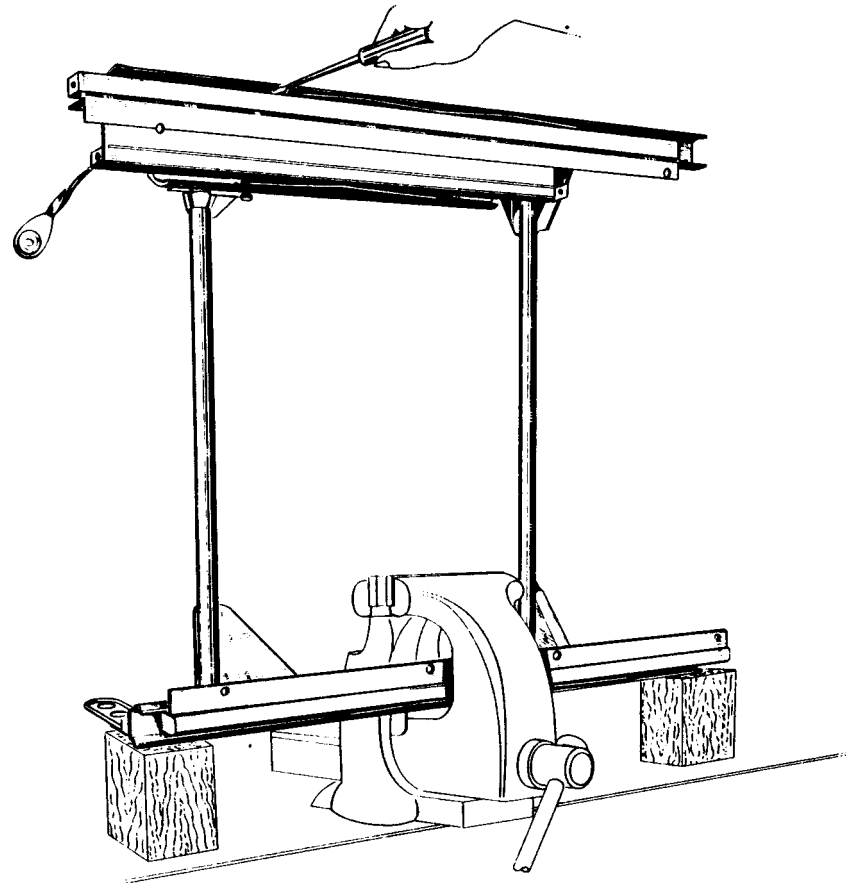

Fig. 31
-(Fig. 31 -32-33-34)
- 4) **Maintenir le mécanisme dans l'étau Fig. 31, en position verrouillage et à l'aide d'un tournevis sur chant, chasser vers l'arrière, la cage à billes extérieure du rail le plus grand. Récupérer les trois billes et la cage. A l'aide d'une tige de)f 6 environ, repousser vers l'arrière la cage à billes intérieure du rail le plus grand. Récupérer les trois billes et la cage.**